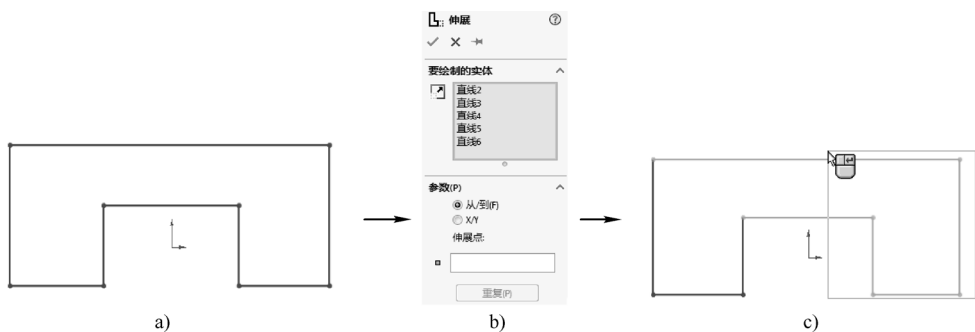

图 2-86 “伸展”属性管理器和框选草绘实体操作
STEP 1 首先绘制如图 2-86 所示的左右对称的草绘图形，欲在保持图形的对称状态下将图形拉长，此时如果直接拖动右侧的边线将令图形变得不对称，所以需要使用伸展实体工具进行操作。